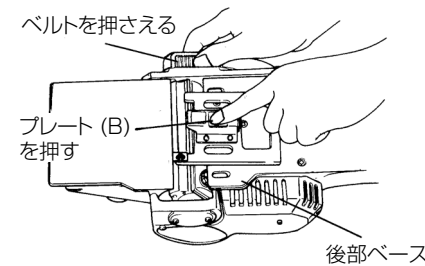

図 15
- (6) 刃高調整定規のプレート (B) を指で「ポン」と押し、刃高調整定規は後部ベースに強く吸い付きます。(図 15)